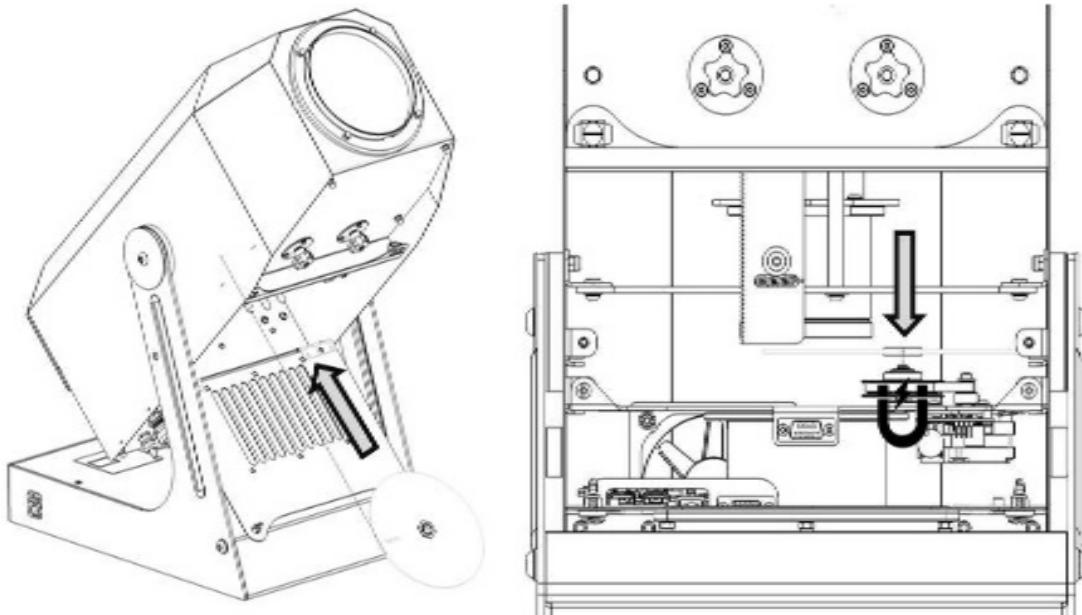

Abb.12
2. Legen Sie die Komponale 2 auf Komponale 1, und zwar so, dass die metallische Unterlegscheibe des Rädchen auf der flachen, magnetischen Seite der Scheibe aufliegt. (Abb.12)